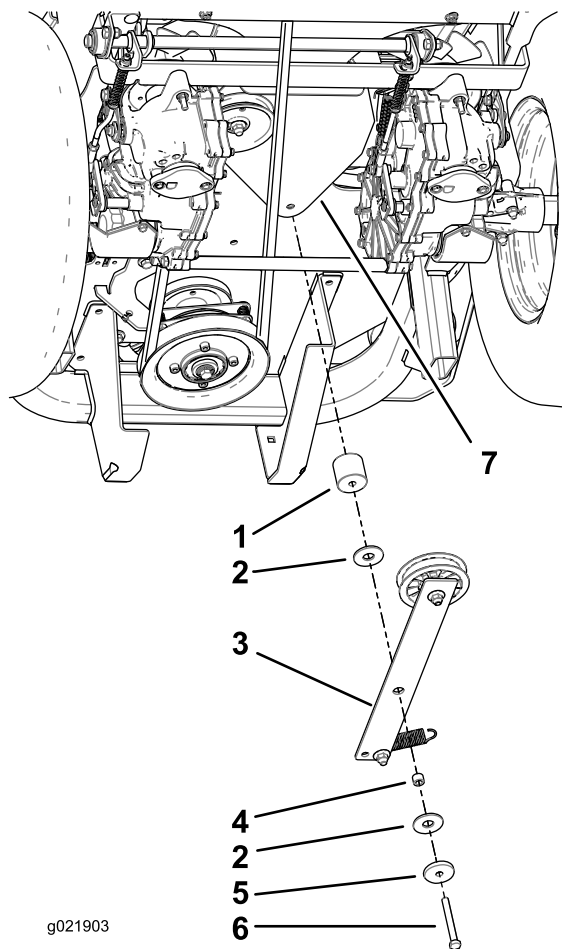
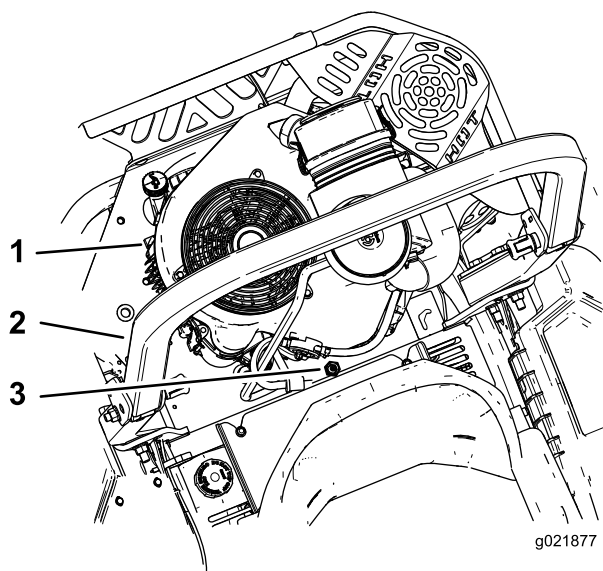

Figura 12
Figura 13
6. Retire el perno del brazo tensor, la arandela, las arandelas de goma, el espaciador interior, el brazo tensor, el espaciador grande y la tuerca con arandela prensada situados encima de la carcasa del motor (Figura 12 y Figura 13).
4. Instale el espaciador grande, las arandelas de goma, el brazo tensor, el espaciador interior y la arandela en la carcasa del motor con el perno del brazo tensor y una contratuercas nueva (Figura 12 y Figura 13).
Nota: Se necesitan dos personas para completar este paso; la tuerca con arandela prensada está situada encima de la carcasa del motor, delante del motor (Figura 13).
6. Apriete el perno de pivote del brazo tensor a 37 - 45 Nm (Figura 12).